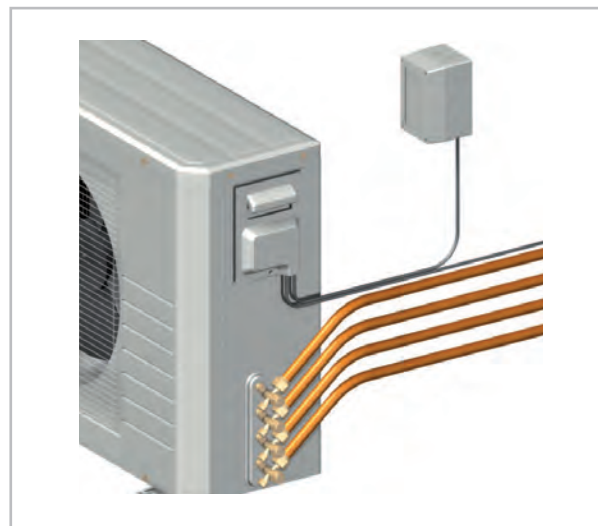

Fig. 15: Raccordement de l'unité extérieure
- Le bornier doit être installé par le client à proximité de l'unité extérieure. Nous recommandons l'installation d'un interrupteur principal/de réparation (Voir la Fig. 15).